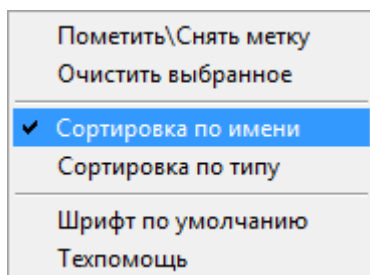

Рис.2
- Установка или снятие отметки производится двойным щелчком мыши или через соответствующий пункт в меню, рис.2